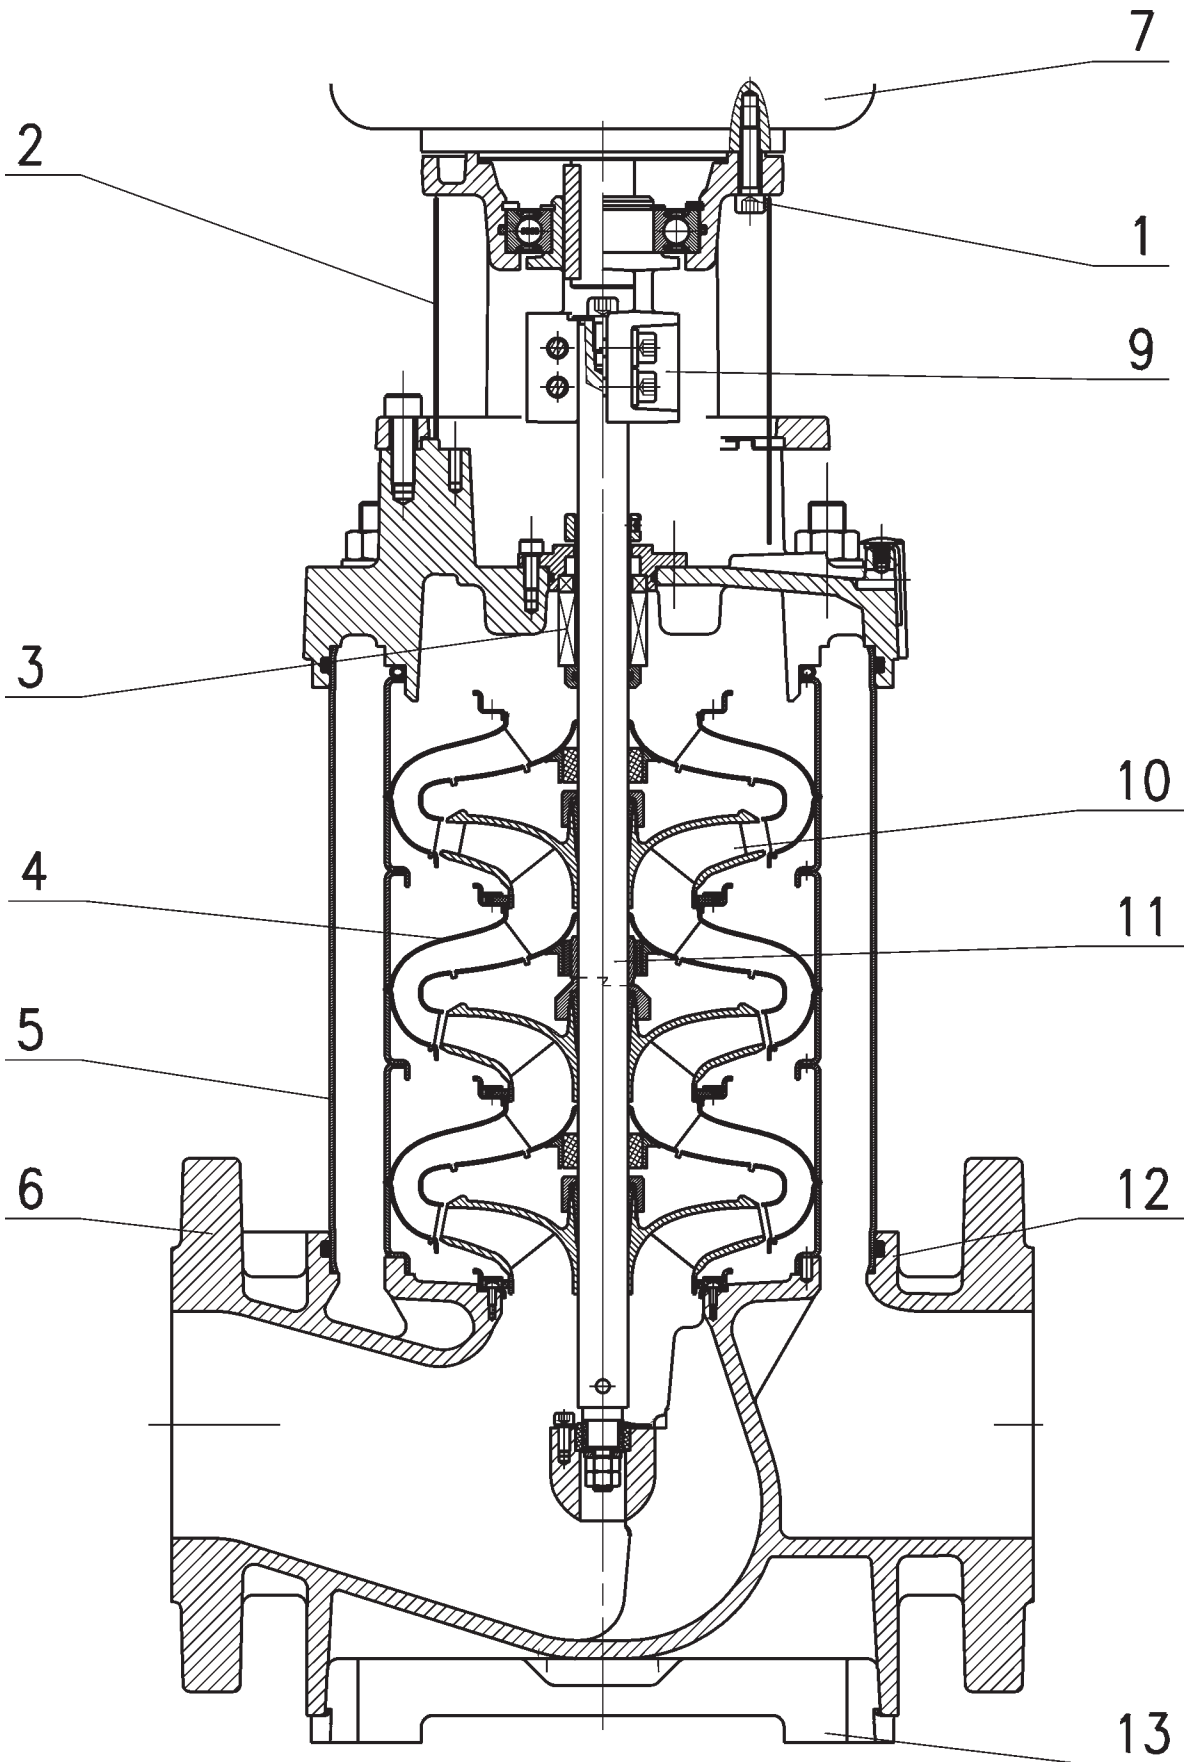

Bild 1
Pumpen (bild 1) står på ett pumpstativ av gjutjärn för att fixera fundamentet (pos. 13). Steghuset (pos. 4) är en ledad konstruktion i flera delar. Pumphjulen (pos. 10) är monterade på en gemensam axel (pos. 11). Tryckkåpan (pos. 5) garanterar driftsäker tätning.